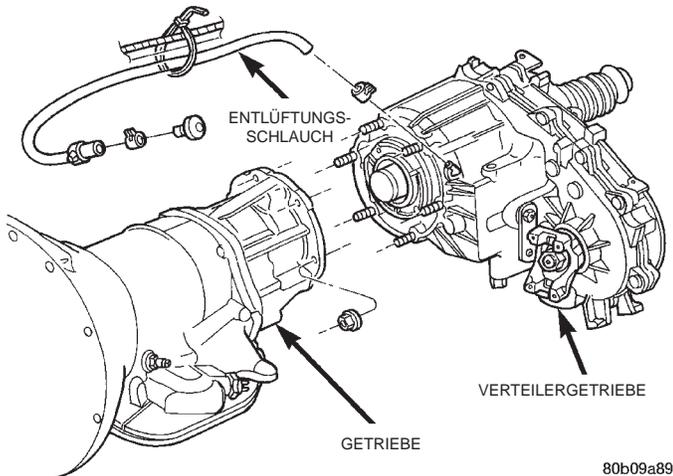

Abb. 2 Befestigung des Verteilergetriebes
- (1) Das Verteilergetriebe in Stellung N schalten.
- (2) Das Fahrzeug anheben.
- (3) Das Getriebeöl aus dem Verteilergetriebe ablassen.
- (4) Die Gelenkgabeln der Gelenkwellen zur Vorder- und Hinterachse für richtigen Wiedereinbau kennzeichnen.
- (5) Das Getriebe mit einem Unterstellbock abstützen.
- (6) Den hinteren Querträger bzw. die Schutzplatte ausbauen.
- (7) Die Gelenkgabeln der Gelenkwellen zur Vorder- und Hinterachse vom Verteilergetriebe lösen.
- (8) Den Steckverbinder vom Geschwindigkeitsabnehmer abziehen.
- (9) Das Schaltgestänge des Verteilergetriebes am Schalthebel aushängen.
(10) Nach Bedarf den Entlüftungsschlauch des Verteilergetriebes (Abb. 2) und den Steckverbinder vom Schalter der Kontrolleuchte/Allradantrieb abziehen.
(11) Das Verteilergetriebe mit einem Getriebeheber abstützen.
(12) Das Verteilergetriebe mit Ketten am Getriebeheber sichern.
(13) Die Befestigungsmuttern lösen, mit denen das Verteilergetriebe am Schalt- bzw. Automatikgetriebe befestigt ist.
(14) Verteilergetriebe und Getriebeheber nach hinten ziehen, um das Verteilergetriebe vom Schalt- bzw. Automatikgetriebe zu lösen.
(15) Das Verteilergetriebe unter dem Fahrzeug hervorziehen.
(4) Die Gelenkwellen zwischen Verteilergetriebe und Getriebe ausrichten und das Verteilergetriebe am Getriebe montieren.
(5) Die Befestigungsmuttern des Verteilergetriebes mit einem Anzugsmoment von 35 N·m (26 ft. lbs.) festziehen (Abb. 2).
(6) Den Steckverbinder des Geschwindigkeitsabnehmers und den Entlüftungsschlauch wieder anschließen.
(7) Nach Bedarf den Steckverbinder am Schalter der Kontrolleuchte/Allradantrieb anschließen und die Kabel an den Halteclips am Verteilergetriebe befestigen.
(8) Die Gelenkwellen mit Hilfe der Markierungen ausrichten und in der ursprünglichen Einbauposition befestigen. Näheres hierzu siehe Kapitel 3, "Differential und Antriebsstrang".
(9) Das Verteilergetriebe mit dem empfohlenen Getriebeöl befüllen. Den Füllstand des Verteilergetriebes überprüfen und ggf. korrigieren.
(10) Den hinteren Querträger bzw. die Schutzplatte montieren. Die Befestigungsschrauben des Querträgers mit einem Anzugsmoment von 41 N·m (30 ft. lbs.) festziehen.
(11) Getriebeheber und Abstützung entfernen.
(12) Die Schaltstange mit dem Schalthebel des Verteilergetriebes verbinden.
(13) Das Schaltgestänge des Verteilergetriebes einstellen.
(14) Das Fahrzeug absenken und prüfen, ob sich das Verteilergetriebe einwandfrei schalten läßt.